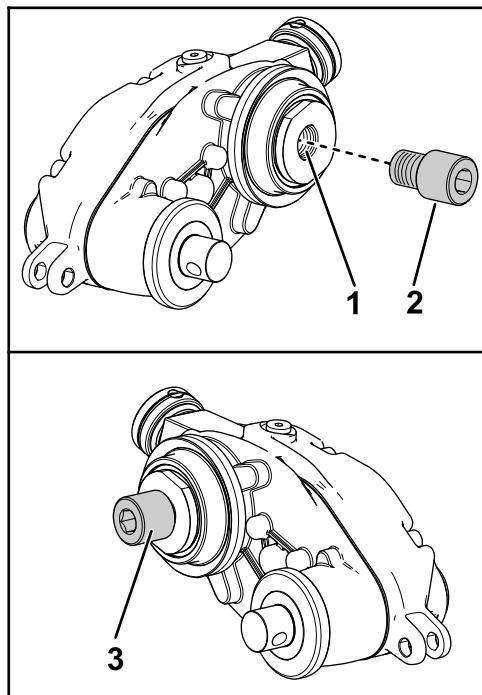

Figura 6
1. Applicate un composto frenatiletto a media resistenza (come Blue Loctite® 243) ai filetti all'interno dell'albero di trasmissione (Figura 6).
- Fissate l'adattatore del cilindro corretto all'albero grooming (Figura 6) e serratelo a 150–163 N·m.